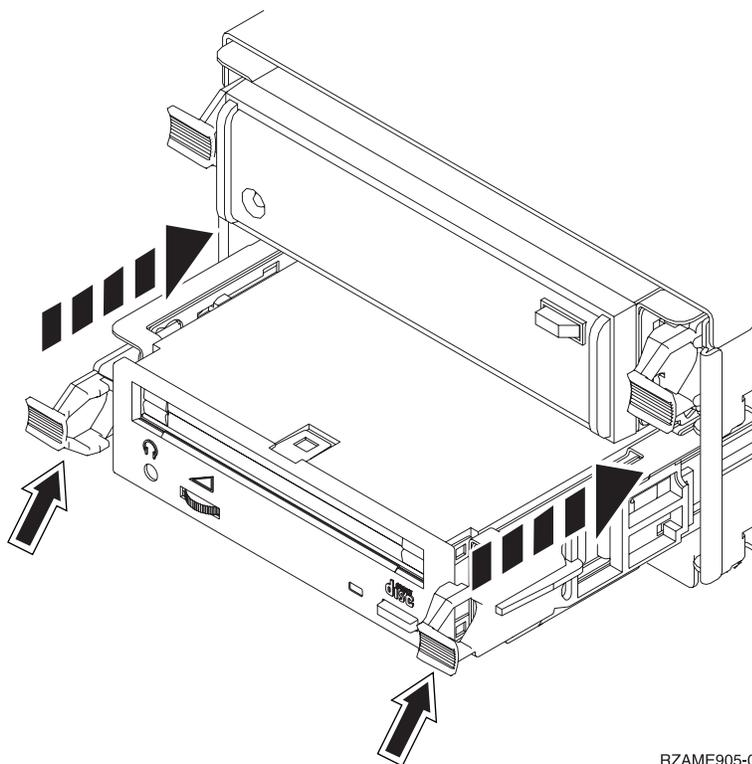

Figura 5. Installazione dell'unità di supporto magnetico rimovibile
- ___ 4. Consultare la Figura 5 e sostenere la parte inferiore dell'unità di supporto magnetico mentre la si fa scivolare per metà nella posizione selezionata. Non spingerla oltre.